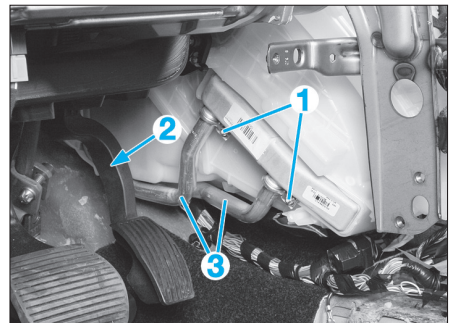

Fig. 12
- Déposer les vis (1) et (2) (Fig.12).